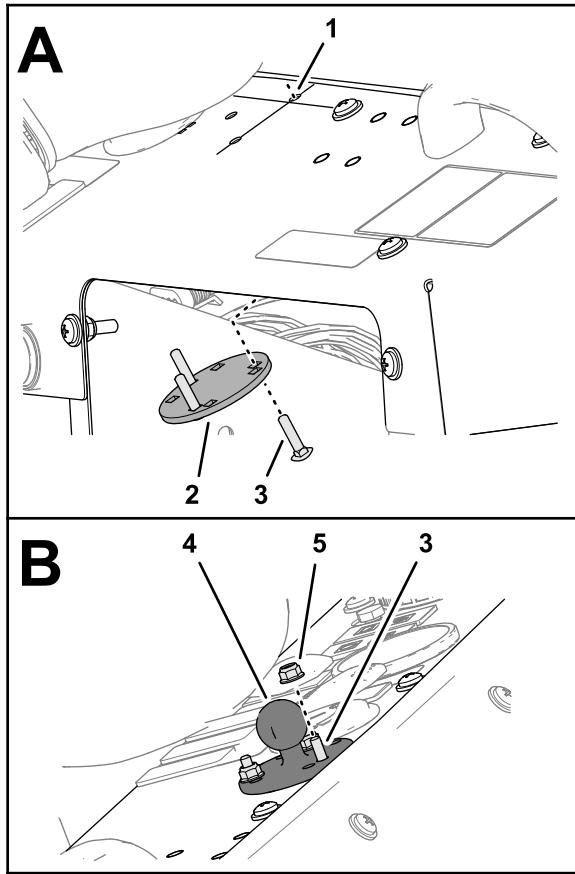

Figure 27
1. Insérez les 3 boulons de carrosserie dans l'ouverture carrée du raidisseur, comme montré à la Figure 27.
2. Installez les boulons de carrosserie et le raidisseur dans les trous de la planche de bord (Figure 27).
3. Montez le support à rotule sur les boulons de carrosserie et fixez le support à la planche de bord (Figure 27) à l'aide de 3 contre-écrous à embase (n° 10).